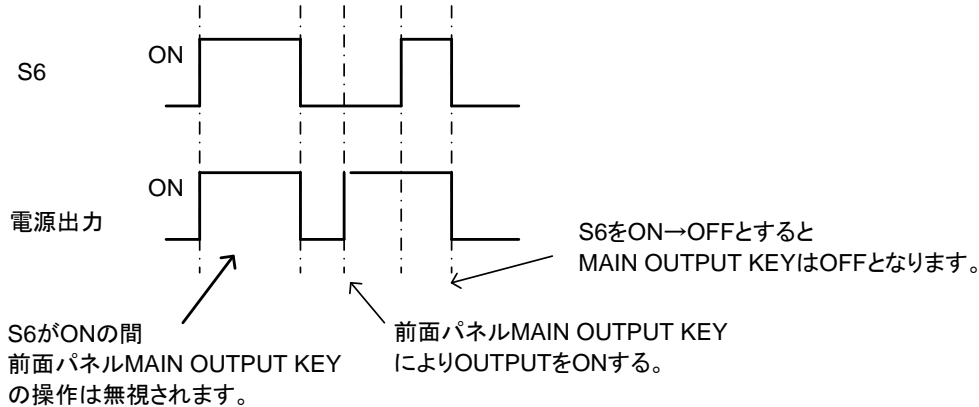

図 6-2. S6 と前面パネル MAIN OUTPUT KEY との関係
- ・ 図 6-2. に S6 と前面パネル MAIN OUTPUT KEY の関係について示します。